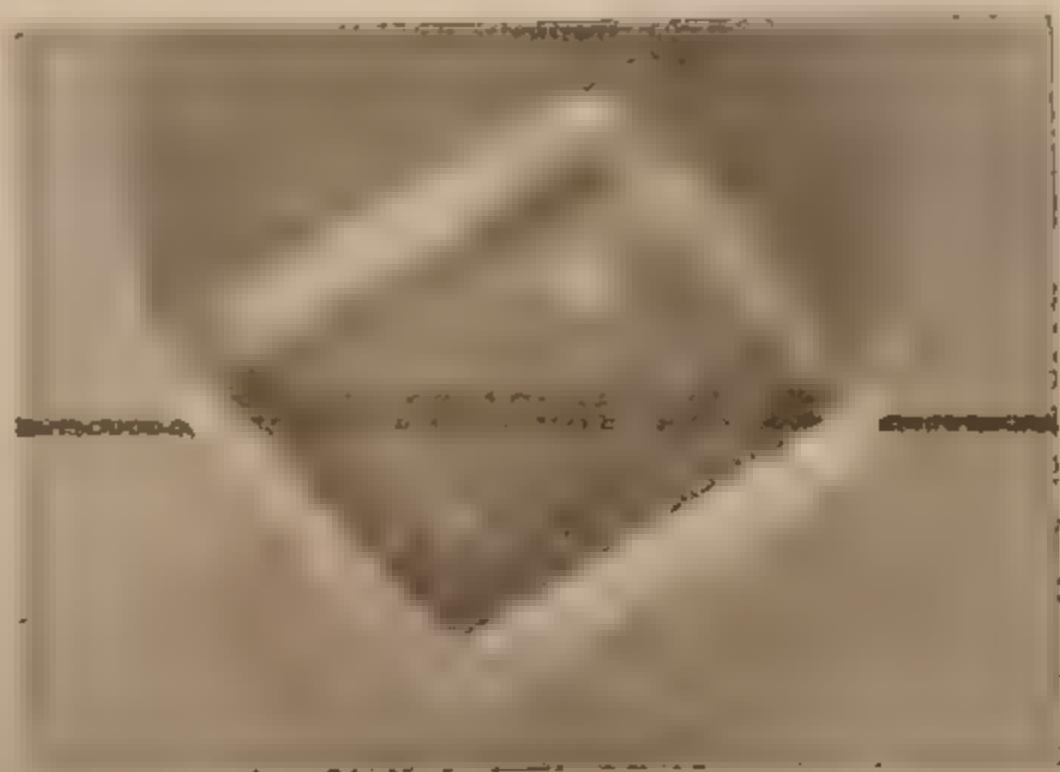

FIG. 68. - Solido di sfaldatura di calcite che fa vedere la linea nera sdoppiata pel fenomeno della birifrazione.
**SOSTANZE UNILASSICHE.** — Se poniamo un solido di sfaldatura trasparente di calcite sopra un foglio nel quale sia segnato in nero una linea od un punto, osservando per trasparenza, nella direzione della diagonale maggiore della faccia rombica della calcite, vedremo la linea (fig. 68) od il punto sdoppiato in due; ciò ci mette in evidenza il fenomeno della birifrazione sovraddescritto; ma se ora noi facciamo ruotare il solido attorno all'asse perpendicolare al piano della figura, vedremo che uno dei due punti non muta posizione, l'altro si sposta descrivendo un circolo, in modo che dopo un quarto di giro, si sovrappone al primo, così che in detta posizione la sostanza sembra monorifrangente. Ciò è dovuto al fatto che i due raggi hanno valore diverso: uno (corrispondente all'immagine che sta ferma) dicesi